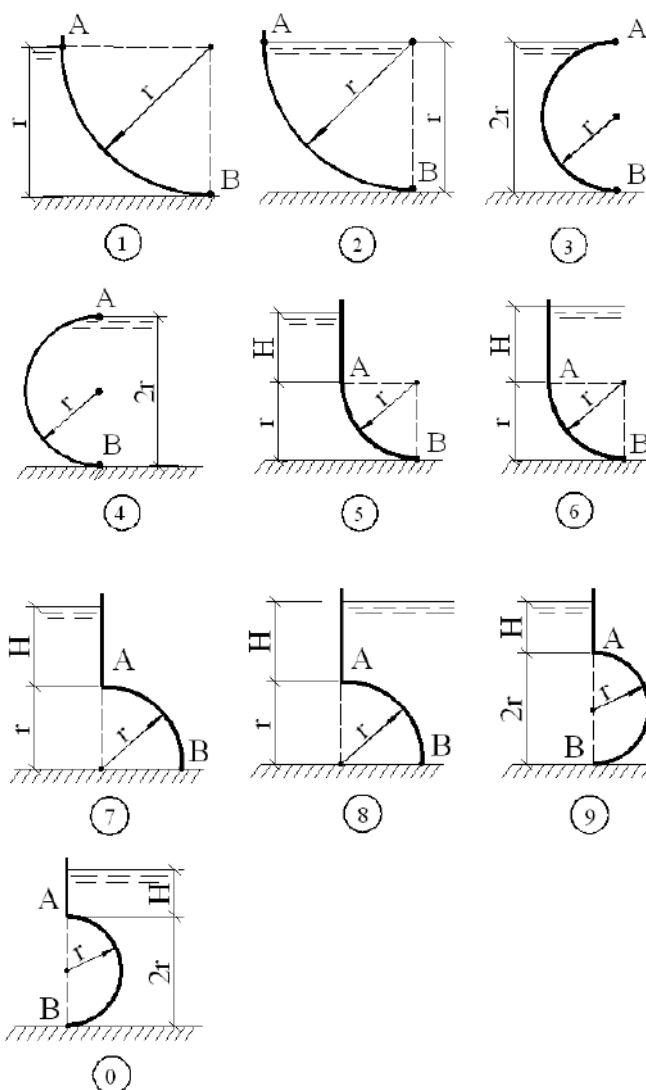

Рис. 3.4. Схемы подпорной стенки
**Задача 5.** Построить эпюру избыточного гидростатического давления воды на подпорную стенку шириной  $b$ . Определить горизонтальную и вертикальную составляющие силы давления воды на криволинейный участок  $AB$  стенки, а также равнодействующую сил давления и её линию действия. Плотность воды принять равной  $\rho = 1000 \text{ кг/м}^3$ . Исходные данные приведены на рис. 3.4 и в табл.